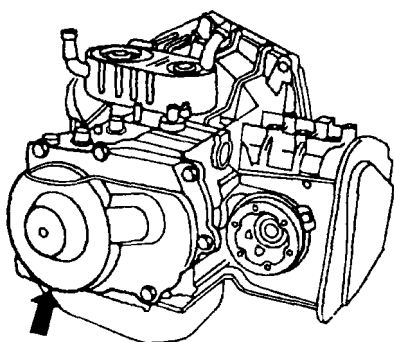
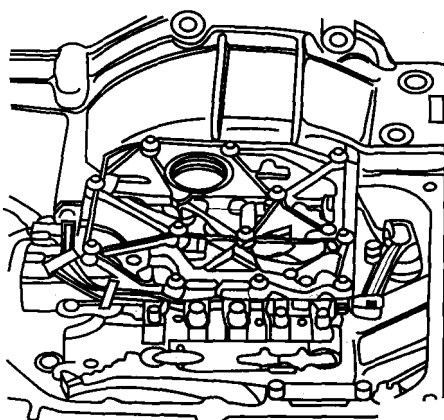

图 5-13 拆下变速器壳体上的端盖
图 5-14 拆下带传输线的滑阀箱
(5) 拆下变速器壳体上带密封垫的端盖,如图 5-13 箭头所示。
(6) 拆下油底壳,拆下 ATF 滤网。
(7) 拆下带传输线的滑阀箱,如图 5-14 所示。